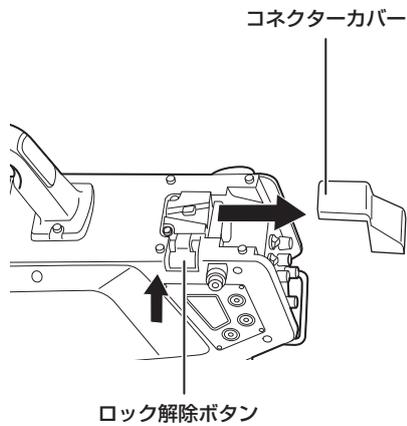

図 1
- 2 ロック解除ボタンを押して、コネクターカバーを外す。(図 1)